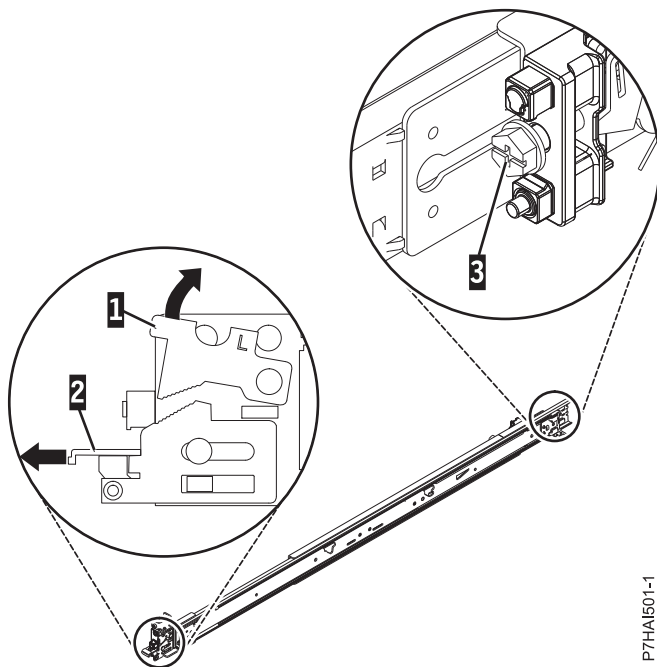

Figure 2. Ouverture du loquet avant et retrait de la vis arrière
2. Poussez vers le haut la languette de verrouillage (1) et tirez sur le loquet avant (2) à l'avant de la glissière. Retirez ensuite la vis à l'arrière de la glissière (3). Pour plus de détails, voir figure 2.